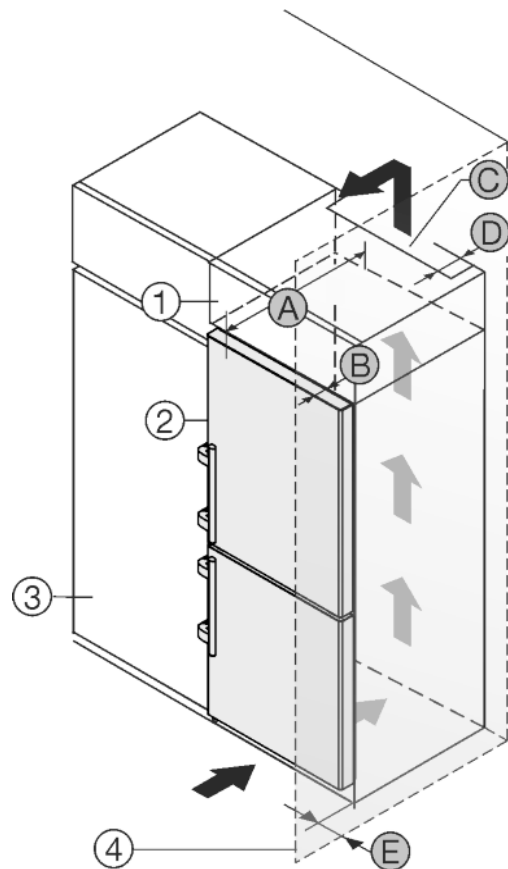

Fig. 51
Уредът може да е обграден с кухненски шкафове. За да изравните височината на уреда *Fig. 51 (2)* с височината на вградената кухня, над уреда може да се постави шкаф-пристрройка *Fig. 51 (1)*.
Уредът да се постави непосредствено до кухненски шкаф *Fig. 51 (3)*. За да могат вратите да се отварят изцяло, уредът трябва да е издаден с дълбочината *Fig. 51 (B)* спрямо лицето на кухненския шкаф. В зависимост от дълбочината на кухненските шкафове и използването на детайли за отстояние от стената, уредът може да излезе още по-напред.
- От задната страна на шкафа-пристрройка трябва да има вентилационен отвор с дълбочина *Fig. 51 (D)* по цялата ширина на шкафа-пристрройка.
- Под тавана на помещението трябва да се спази сечението за вентилация *Fig. 51 (C)*.
Когато уредът се поставя с пантите до стена *Fig. 51 (4)*, трябва да бъде спазено разстоянието *Fig. 51 (E)* между уреда и стената. Това отговаря на разстоянието, с което дръжките стърчат при отворена врата.